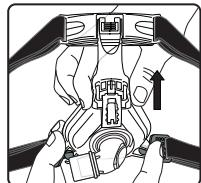

Figure 2
1. Placez le dispositif StabilitySelector à la position la plus haute (figure 2). Tenez le coussin du masque au-dessus du nez.